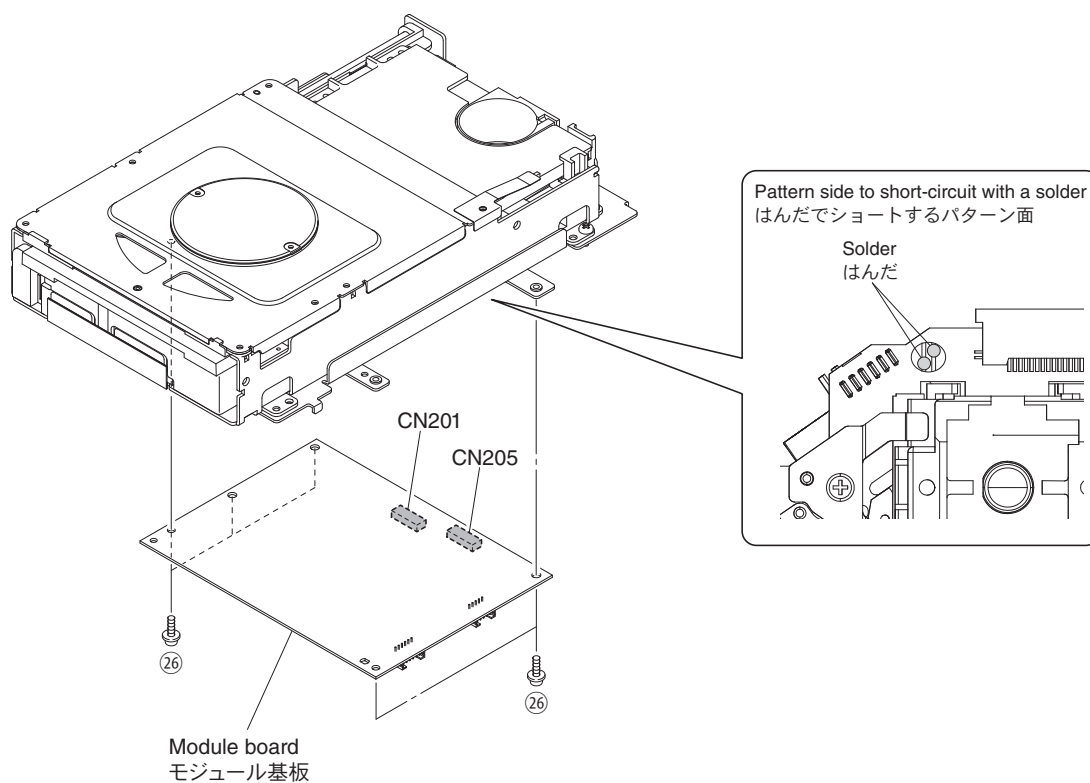

Fig. 11
- a. Solder the lands in the P.C.B. of the loader mechanism unit with the anti-static soldering iron. (Fig. 11)
- b. Remove CN102 and CN103. (Fig. 11)
- c. Remove 5 screws (②⑥). (Fig. 11)
- d. Remove the module board. (Fig. 11)
- a. ロードメカユニットの P.C.B. 上の端子間を静電気対策はんだこてを使用してショートします。 (Fig. 11)
- b. CN201、CN205 を外します。 (Fig. 11)
- c. ②⑥のネジ 5 本を外します。 (Fig. 11)
- d. モジュール基板を外します。 (Fig. 11)